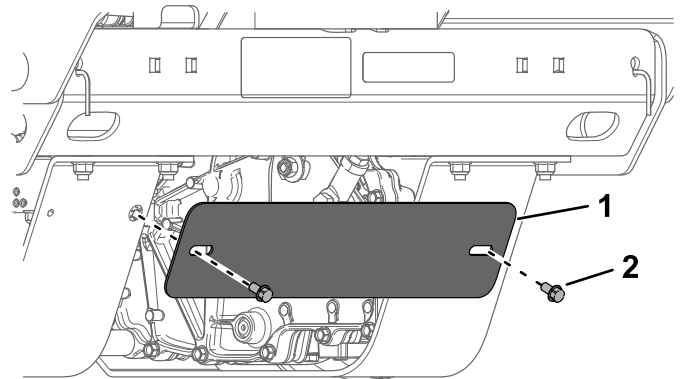

Figura 63
4. Retire los 2 pernos y la placa del protector (Figura 63).
9. Instale la placa del protector (Figura 63).